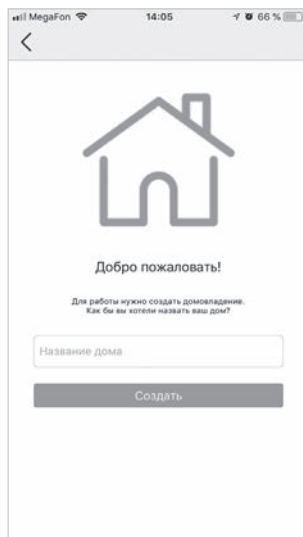

Рис. 37.2.
3. Введите название домовладения (рис. 37.2).